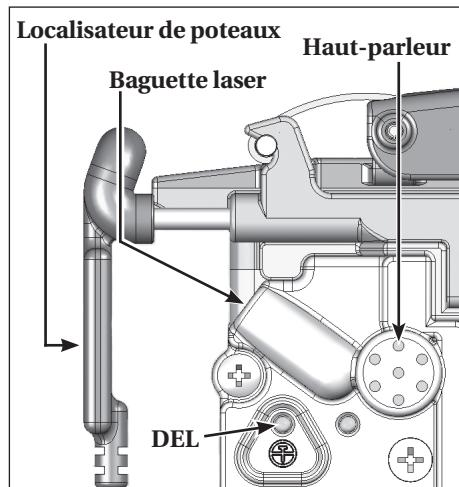

Figure 23
6. Le localisateur de poteaux devrait biper et le voyant du localisateur devrait passer au rouge pendant une seconde en calibrant. Le voyant passe ensuite au vert. NE PAS déplacer l'outil lorsque le localisateur de poteau calibre (voir la Figure 23).
7. Lorsque le voyant passe au vert, commencer à glisser la PC enfoncée sur le mur pour « chercher » les poteaux. Lorsque le localisateur est près du bord d'un poteau, le voyant du localisateur commence à clignoter rapidement en rouge, puis on entend un bip rapide (voir la Figure 23).
8. En passant directement sur un poteau, le localisateur émet un bip et le voyant passe au rouge (voir la Figure 23).